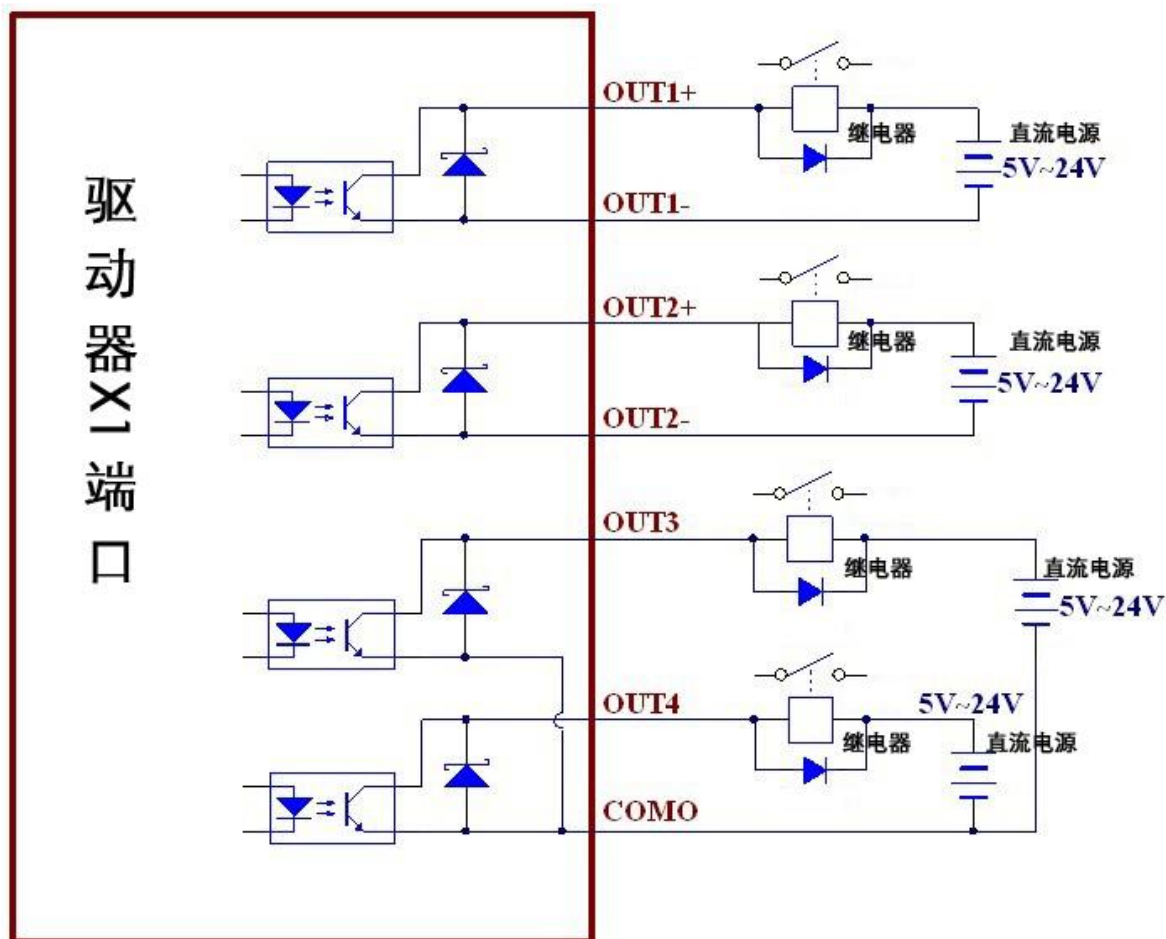

图 6-8 CD2S 系列驱动器数字输出口接继电器图（注意反并联二极管）
4. 数字输出口接继电器，注意必须按图 6-8 和 6-9 反并联一个二极管。